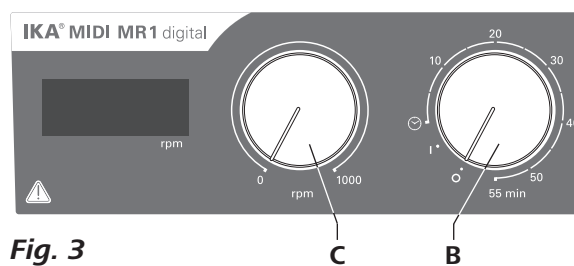

Fig. 3
- ☞ Para ligar o aparelho rode o botão rotativo **"On/Off"** e **"Timer"** (B, ver Fig. 3) no sentido dos ponteiros do relógio para a posição **"1"**.
- ☞ Para desligar o aparelho rode o botão rotativo **"On/Off"** e **"Timer"** (B) para a posição **"0"**.
- ☞ Defina a rotação do motor com o botão regulador “Rotação” (C, ver Fig. 3). A rotação do motor pode ser regulada para 0 a 1000 rpm para **MIDI MR 1 digital** e para 0 a 600 rpm para **MAXI MR1 digital**.